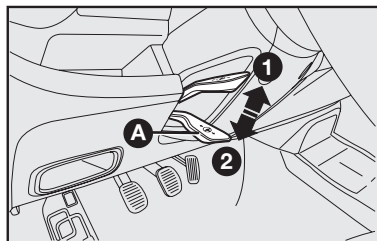

fig. 17
VOLANTE - fig. 17
- 1) Desplace la palanca **A-fig. 17** hasta la posición **2-fig. 17**.
- 3) Vuelva a poner la palanca en la posición **1-fig. 17** para trabar nuevamente el volante.